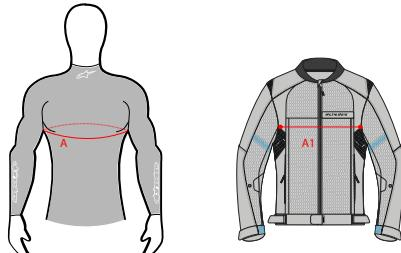

図8
**警告！** 「S」サイズ、またはそれよりも大きいサイズのTech-Air® 3は、システムと同じサイズのTech-Air® Readyのアルパインスターズ衣服と着用することができ、また、アルパインスターズ衣服のサイズがシステムのサイズより1サイズ大きい場合、およびアルパインスターズ衣服であるかどうかにはかかわらず以下の条件を満たす場合は、Tech-Air® Readyではないアルパインスターズ衣服とも着用することができるものとします。胸部では、胸囲（A）のと胸部の衣服幅（A1）を測定してください。 $A1 > 0.5 \times A + 12 \text{ cm}$  ( $A1 > 0.5 \times A + 4.72 \text{ in}$ ) の場合、衣服はTech-Air® 3 システムに適合します(以下の図8を参照)